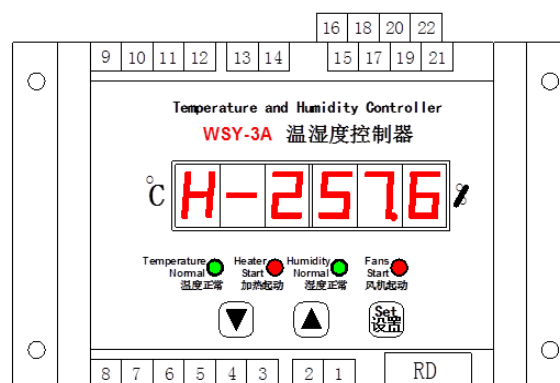

图6
- 继续按下设置键，左侧三位数码管闪烁显示 H-2，表示是通信波特率设置值，右侧三位数码管为数值位，设置值有 4.8、9.6、19.2、38.4、57.6 五个选项，通过“^”、“V”进行设置（见图6）。